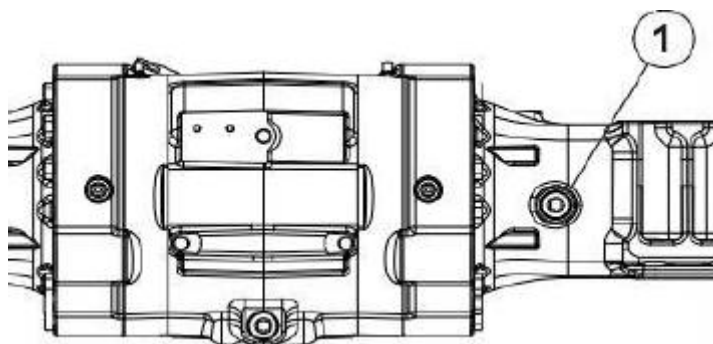

Рисунок 5.40 Заливное отверстие заднего моста
- Выньте пробку 1 и проверьте, чтобы уровень масла соответствовал отверстию см. рис.5.40.